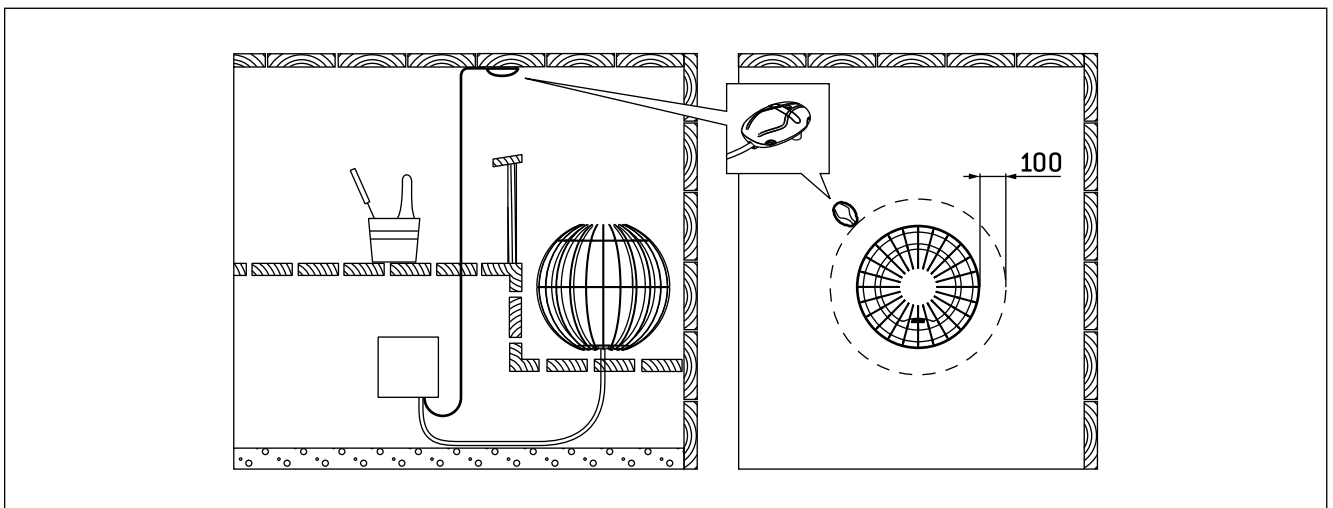

Рисунок 6. Установка температурного датчика (все размеры приведены в миллиметрах)
- **GL:** Установите датчик на стену сауны, как показано на рис. 6. Вставьте кабель датчика в разъем нагревателя по принципу цветового соответствия.
- **GL-E:** Установите датчик (WX248 поставляется вместе с каменкой) на стену сауны, как показано на рис. 6.
Датчик следует устанавливать в место, указанное в данной инструкции (рис. 6). Если не соблюдается минимальное расстояние, следует переместить вентиляцию.